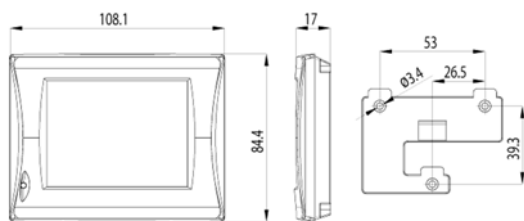
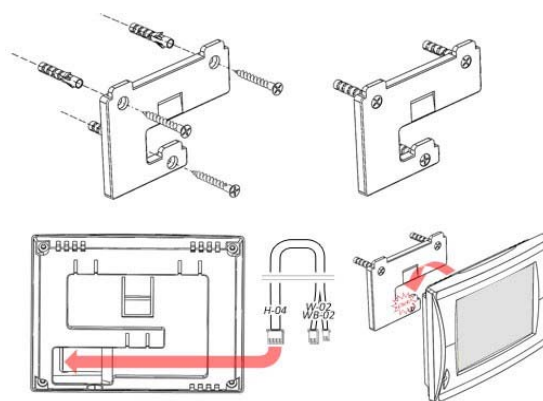

Рисунок 7 – Пульт управления
Рисунок 8 – Схема монтажа пульта управления
- 5.1.11 Смонтируйте пульт управления (Рисунок 7) согласно схеме монтажа (Рисунок 8). Монтаж пульта управления можно производить только на вертикальные поверхности.